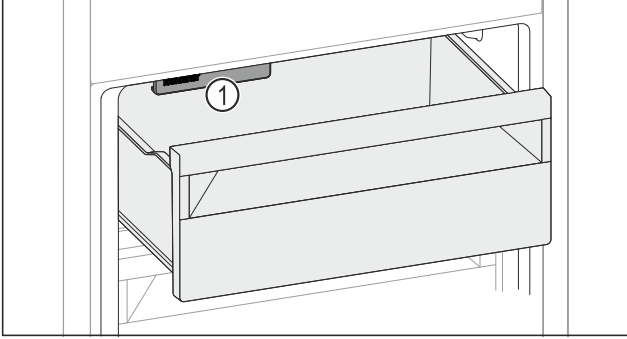

Fig. 182
- IceMaker Fig. 182 (1) modunu dikkate alın.